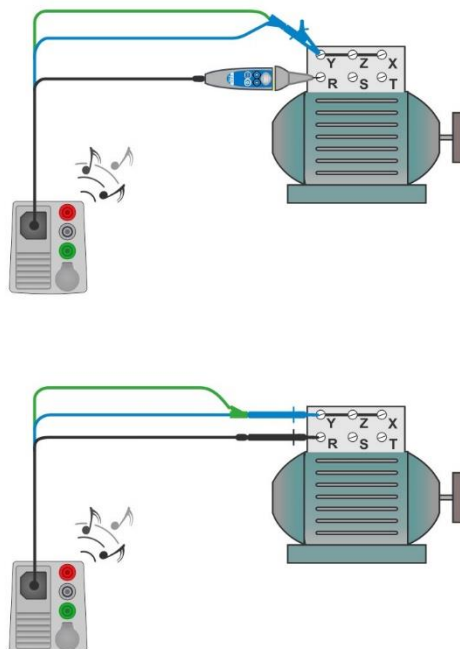

Abbildung 7.28: Anwendungen Commander-Prüfspitze und 3-Leiter Prüfadapter
- › Schließen Sie die Prüfleitungen am Prüfling an, siehe **Abbildung 7.28**.